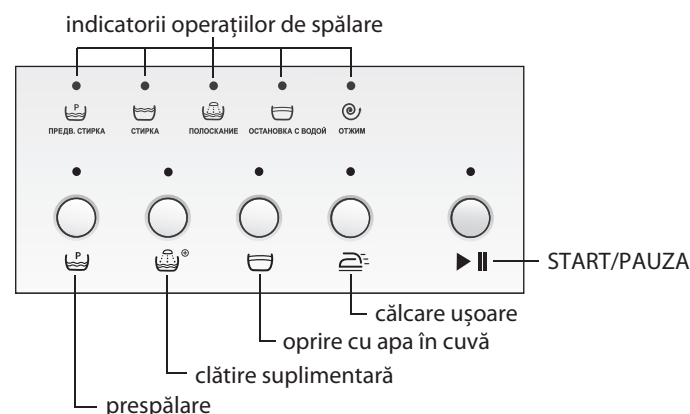

Figura 3 – Afișajul și butoanele de comandă
Fiecare buton are un indicator și este marcat cu simbol pe panoul de comandă, în conformitate cu Figura 3. Pentru a selecta funcția auxiliară dorită, apăsați butonul corespunzător.
1.4.1 Pentru a selecta funcția auxiliară, apăsați butonul corespunzător acestei funcții — se aprinde indicatorul în conformitate cu Figura 3. La apăsare repetată, indicatorul de lumină se stinge, funcția se anulează.